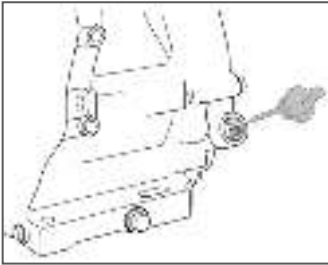

Рис. 7 Крышка-щуп маслозаливной горловины
- Открутите крышку-щуп маслозаливной горловины и извлеките щуп (Рис. 7).
- Выкрутите крышку-щуп маслозаливной горловины и извлеките щуп (Рис. 7).